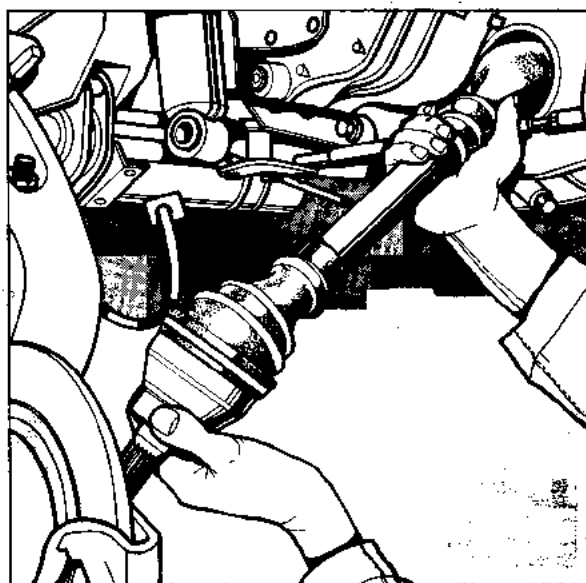

Fig. 7
- Druk de as aan differentieelzijde terug zodat de veer wordt samengedrukt en trek de as vervolgens uit de wieldraagarm; houd hem daarbij in de in fig. 7 afgebeelde stand.